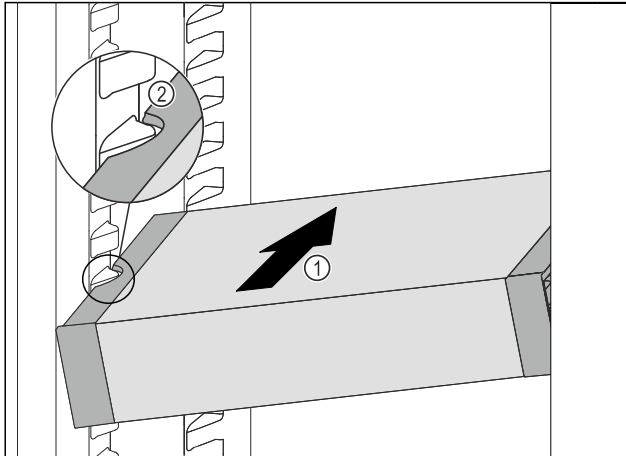

Fig. 63
- VarioSafe schuin in het koelgedeelte schuiven Fig. 63 (1), tot de uitsparingen aan de zijkant Fig. 63 (2) van de VarioSafe op de hoogte van de rib in het koelgedeelte zitten.